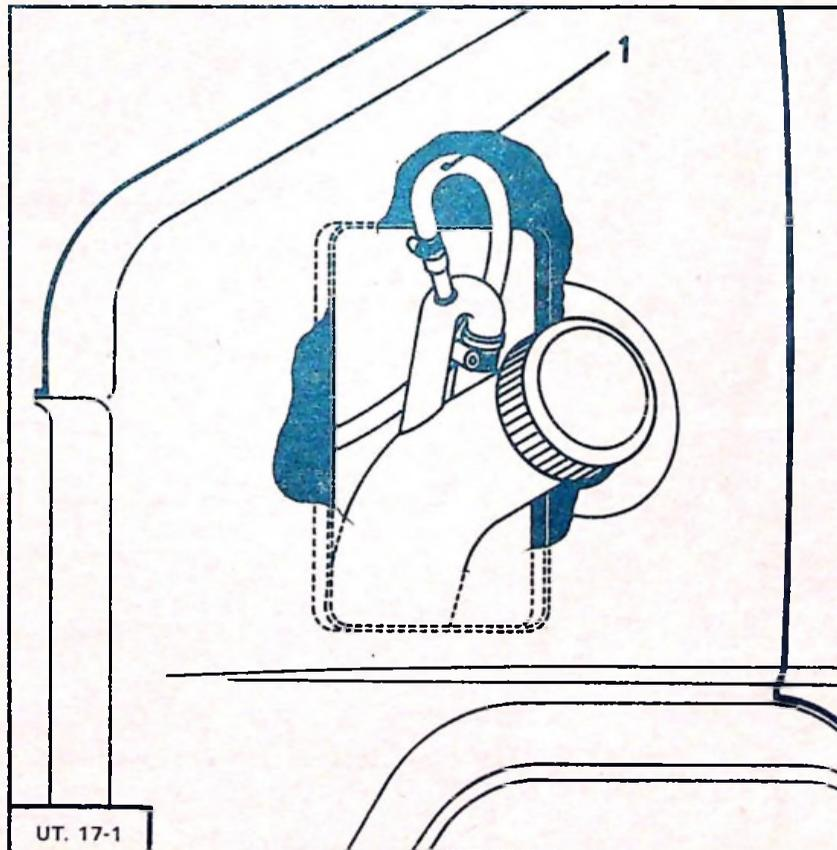

Fig. 1
1) La canalisation ( 1 ) en plastique peut être pincée dans le coude derrière la cloison de l'aile avant gauche ( voir Fig. 1 ).